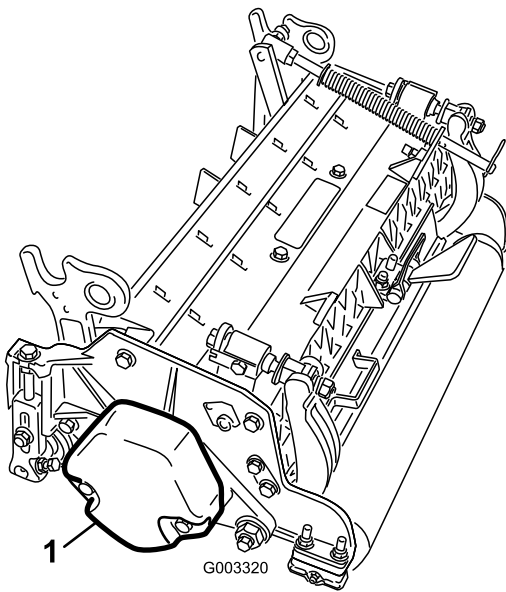

**Figura 4**
3. Em cada braço de elevação da unidade de corte, remova o pino de sujeição que prende a forquilha da articulação do braço de elevação e remova a tampa (Figura 4).